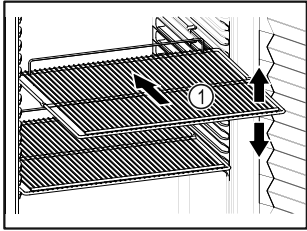

Fig. 58 Atvaizdo pavyzdys
- Jei pastatymo grotelės Fig. 58 (1) galima perkelti, pritaikykite atsižvelgdami į aukštį.